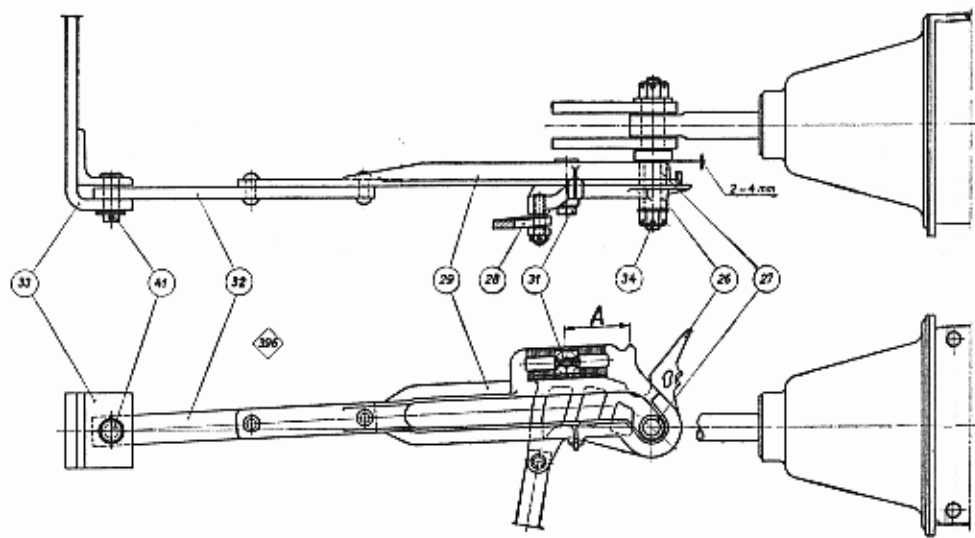

Abb. 15.
§ 6. Einbau der Betätigungsvorrichtung. (Normalanordnung, Abb. 15).
2. dass die Kulissenstange 32 die der tatsächlichen Lösestellung des Gestänges entsprechende Länge hat, d. h. die Rolle 27 auf dem Kreuzkopfbolzen sich bei gelöster Bremse und ganz zurückgeschobener Kolbenstange tatsächlich genau am Ende des Kulissenschlitzes befindet (Abb. 15),